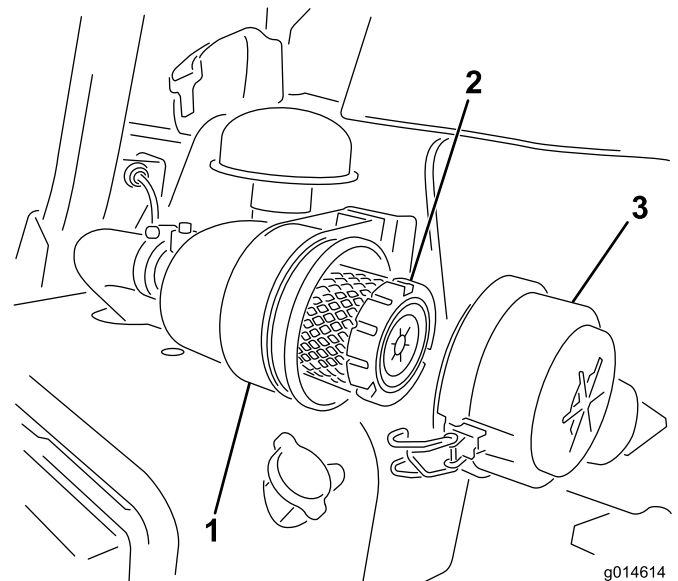

Figura 44
1. Liberte os trincos que fixam a cobertura do filtro de ar ao respectivo corpo (Figura 44).
6. Prenda os trincos (Figura 44).